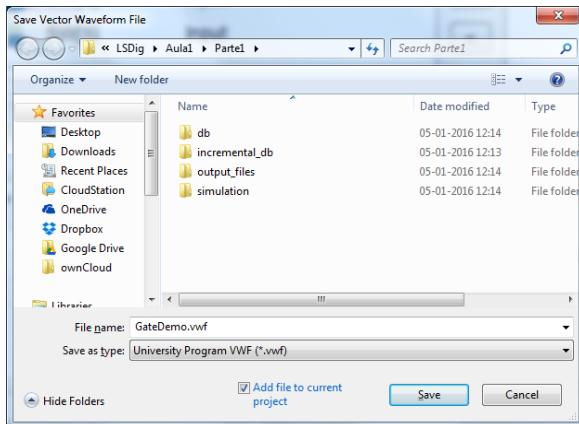

Figura 20 – Caixa de diálogo para gravação do ficheiro “GateDemo.vwf”.
- 13.** Após especificar os valores (vetores) de simulação, grave o ficheiro com o nome “GateDemo.vwf” (Figura 20).